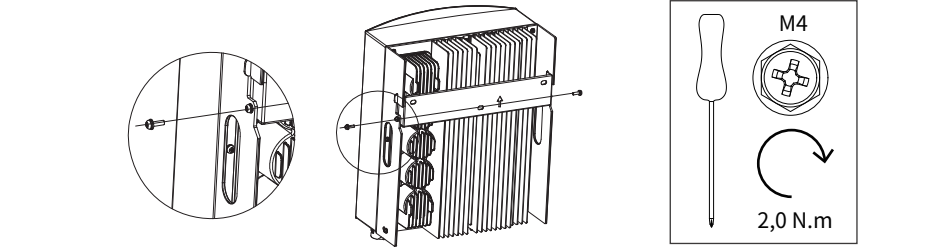

Abbildung 2.3 Wandmontage vom Wechselrichter
- Lift the inverter and align the rear bracket of the inverter with the convex of the mounting bracket. Hang the inverter on the mounting bracket and make sure it is secure (see Figure 2.3).
- Heben Sie den Wechselrichter an und richten Sie die hintere Halterung des Wechselrichters mit dem Vorsprung der Montagehalterung aus. Hängen Sie den Wechselrichter an die Montagehalterung und stellen Sie sicher, dass er sicher ist (siehe Abbildung 2.3).